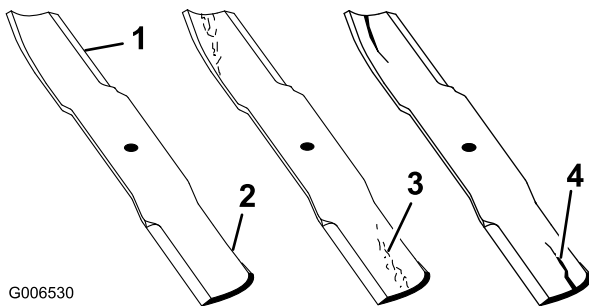

Figura 100
2. Examine cuidadosamente los extremos de corte de la cuchilla, sobre todo en el punto de reunión entre la parte plana y la parte curva de la cuchilla (Figura 100). Puesto que la arena y cualquier material abrasivo pueden desgastar el metal que conecta las partes curva y plana de la cuchilla, compruebe la cuchilla antes de utilizar el cortacésped. Si se aprecia desgaste (Figura 100), cambie la cuchilla.